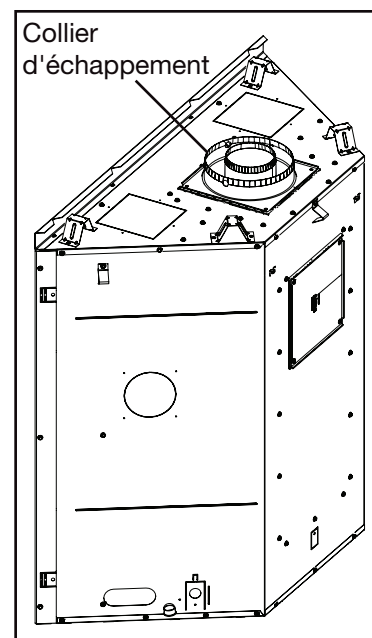

Fig. 3
- À partir de l'intérieur de la foyer, installez le collet d'évacuation de 4" (101,6mm) avec le joint d'étanchéité, vers le haut du foyer et fixer en place utilisant les quatre vis noir de 3/4" à tête hexagonale fourni dans le sac manuel (**Fig. 3**).